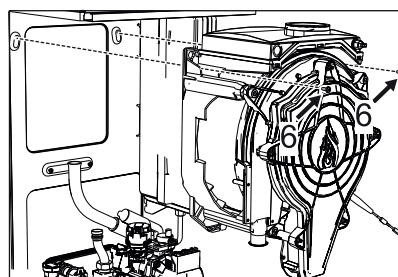

Abb. 57 -
- Die 2 oberen Schrauben "6" zur Befestigung des Wärmetauschers am Rahmen entfernen ("Abb. 57 -")